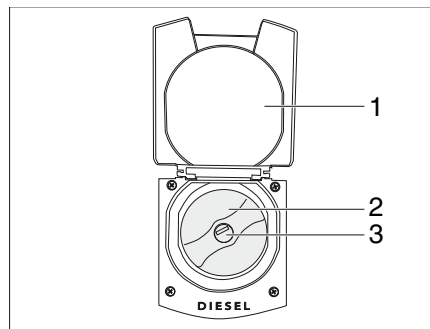

Fig. 38 Sportellino aperto con bocchettone di rifornimento di carburante
- Chiudere lo sportellino (Fig. 38,1).